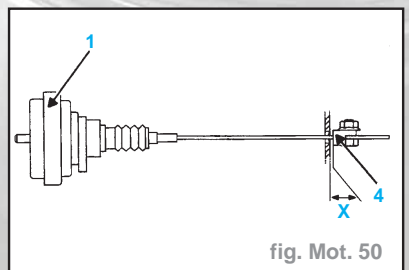

fig. Mot. 50
- Clipser l'agrafe de maintien (3) sur le poumon.
- Mettre en place l'arrêt de câble (4) sur le câble (fig. Mot. 50).